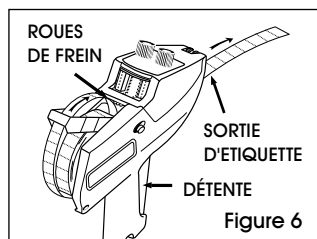

Figure 6
5. Pressez et maintenez la détente enfoncée tout en alimentant la bande d'étiquettes dans la fente sous les roues de frein, jusqu'à ce qu'environ 15 cm (6 po) sortent de l'avant. (Voir figure 6)